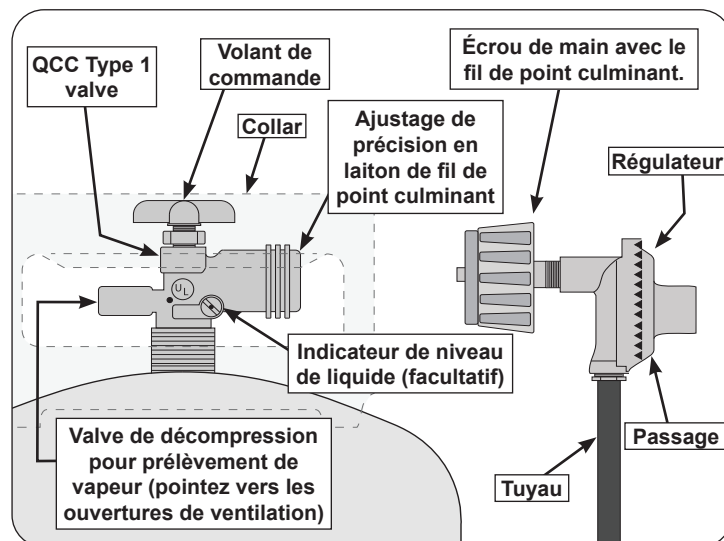

Fig. 6-1 Type coupleur de fil de point culminant d'I
- La bouteille utilisée doit comporter un collier pour protéger le robinet de la bouteille. Le système d'alimentation de la bouteille doit être conçu pour le retrait de la vapeur. Voir Fig. 6-1.
- Lorsqu'il est utilisé avec une bouteille, le système d'alimentation en gaz doit être utilisé avec un régulateur de pression. Le régulateur de pression et l'ensemble de tuyau (**non fourni**) utilisés doivent correspondre à la spécification de type I par ANSI Z 21.58/CGA 1.6 et doivent être conformes à UL 144 en tant que partie du système d'alimentation en gaz propane autonome (voir Fig. 6-1).
Pour déconnecter: tournez l'écrou à main dans le sens antihoraire jusqu'à ce qu'il soit détaché (Fig. 6-1)